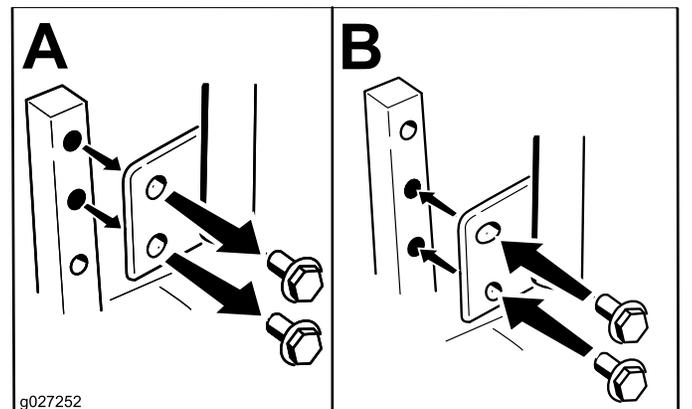

Figura 11
Puede ajustar las palancas de control de movimiento hacia arriba o hacia abajo para que su uso sea más cómodo (Figura 11).
2. Afloje el perno inferior lo suficiente para poder desplazar hacia adelante o hacia atrás la palanca de control (Figura 11).